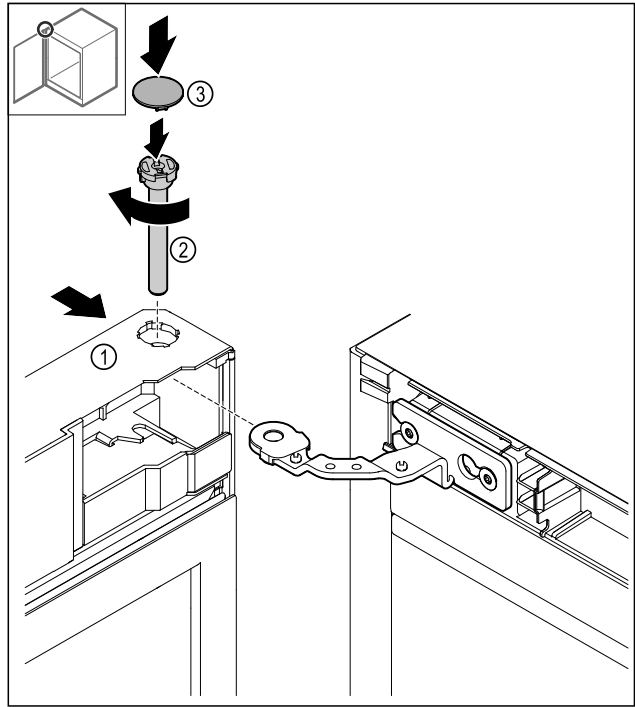

Fig. 50
- ▶ Установите дверь Fig. 50 (1) сверху на шарнир.
- ▶ Вставьте палец Fig. 50 (2) и закрутите его по часовой стрелке.
- ▶ Установите крышку Fig. 50 (4).